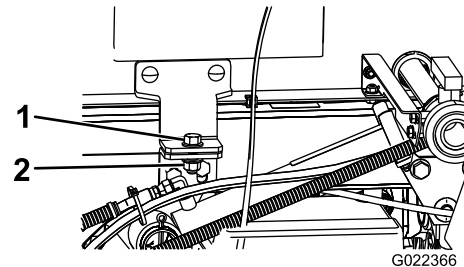

Bild 77
4. Entfernen Sie die Sicherungsschrauben vorne am Gestell (Bild 77).